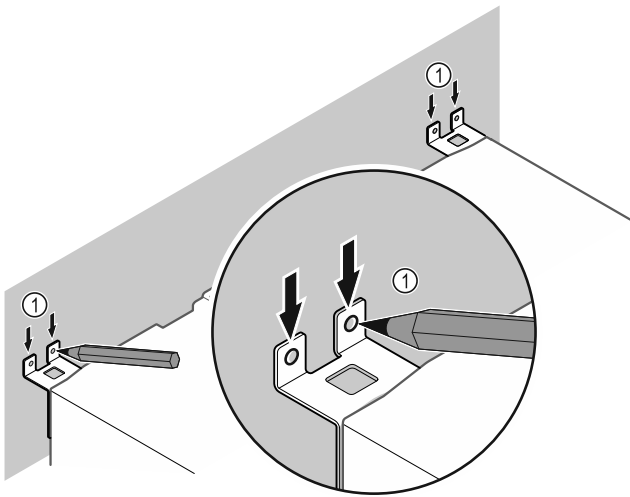

Fig. 13
- ▶ Сделайте метки на стене Fig. 13 (1).